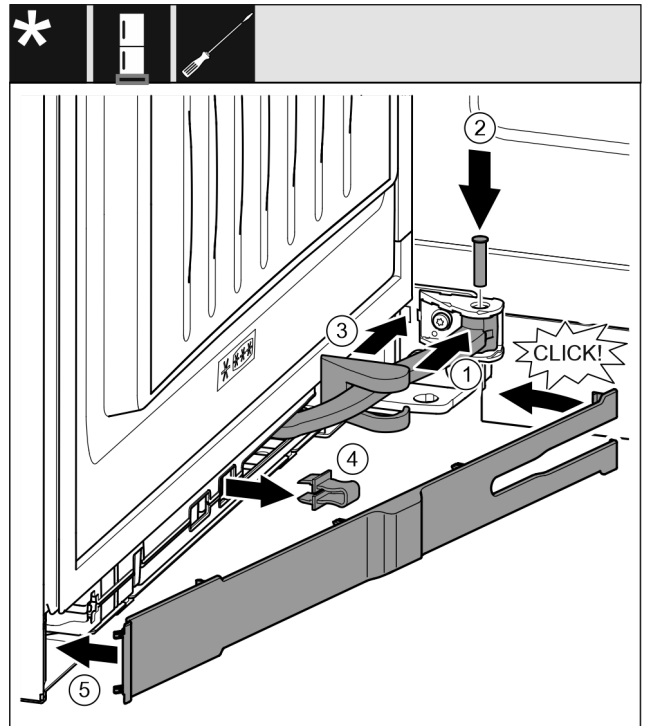

Fig. 38
- ▶ Scharnier in de ophanging draaien. Fig. 38 (1)
- ▶ Bouten met een schroevendraaier T15 in de ophanging en scharnier steken. Let hierbij op dat het vergrendelingslipje juist in de groef zit. Fig. 38 (2)
- ▶ Lagerbokafdekking langs het scharnier schuiven en over de ophanging monteren. Fig. 38 (3)
- ▶ Beveiliging wegnemen. Fig. 38 (4)
- ▶ Panelen aan de greepzijde plaatsen en er indraaien. Fig. 38 (5)